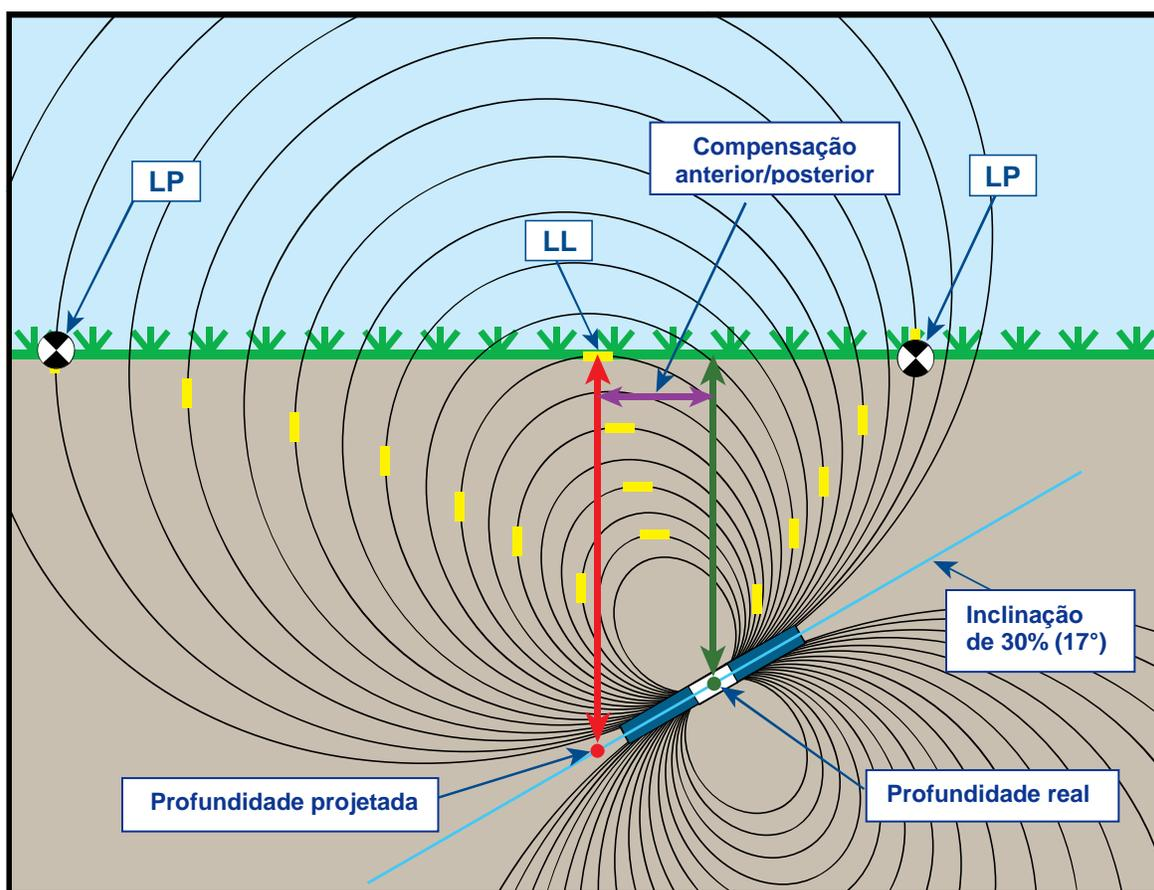

Figura B2. Profundidade projetada versus profundidade real e compensação anterior/posterior quando íngreme e profundo
A profundidade projetada e compensação anterior/posterior, mostradas na Figura B2, devem ser consideradas quando o transmissor estiver íngreme e/ou profundo. Veja as tabelas fornecidas mais adiante neste apêndice (Tabelas B1 e B2) para determinar a profundidade real e compensação anterior/posterior quando souber a profundidade exibida (projetada) e a inclinação do transmissor.
A Figura B2 acima mostra um transmissor posicionado em uma coluna de perfuração, cujo objetivo é ilustrar a perfuração seja em inclinação positiva ou negativa - a inclinação é positiva se estiver perfurando da esquerda para a direita e, negativa se estiver perfurando da direita para a esquerda. O campo de sinal do transmissor também é inclinado no mesmo ângulo do transmissor. A linha de localização (LL), que fica onde se mede a profundidade, é a componente horizontal das linhas de fluxo do campo de sinal do transmissor. Isto é, a LL se encontra onde as linhas de fluxo são horizontais, como ilustrado, com linhas amarelas horizontais curtas, na figura abaixo.
Os pontos de localização (FLP e RLP) também são mostrados na Figura B2. Estes pontos localizam-se nas componentes verticais do campo de sinal, como ilustrado com linhas amarelas verticais curtas na figura acima. Observe que os pontos de localização não estão à mesma distância da LL quando o transmissor está inclinado. Novamente, esta situação requer compensação para a profundidade projetada e compensação anterior/posterior.